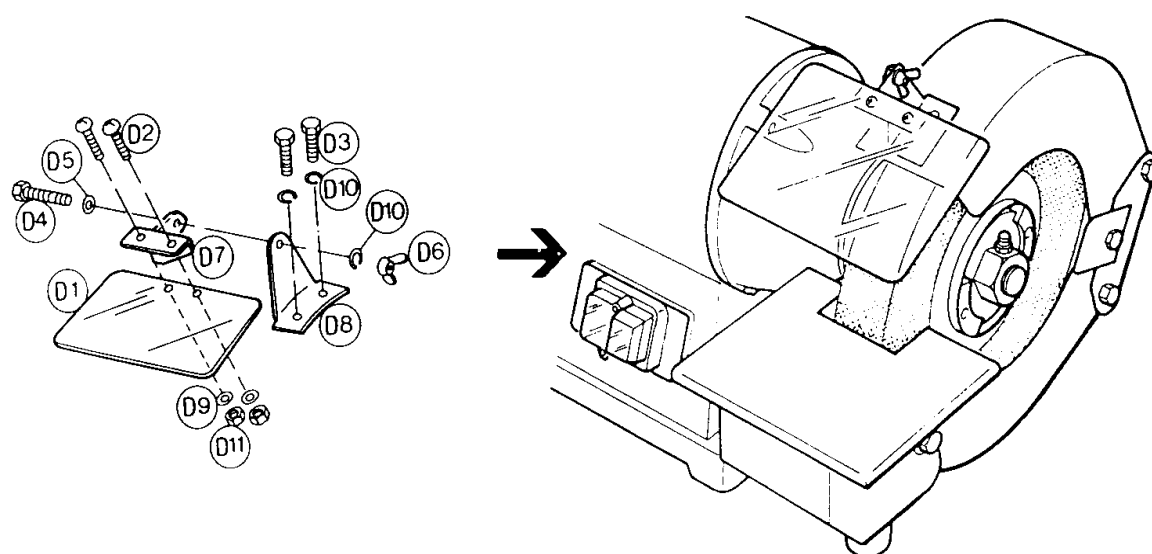

Fig. 3
3. Arrêter le machine si vous n'êtes pas satisfait. Remettre la meule dans sa position de départ, ainsi que le contre poids de droite. Bouger cette fois le contre poids de gauche comme indiqué sur la (fig.3). Faire un test.